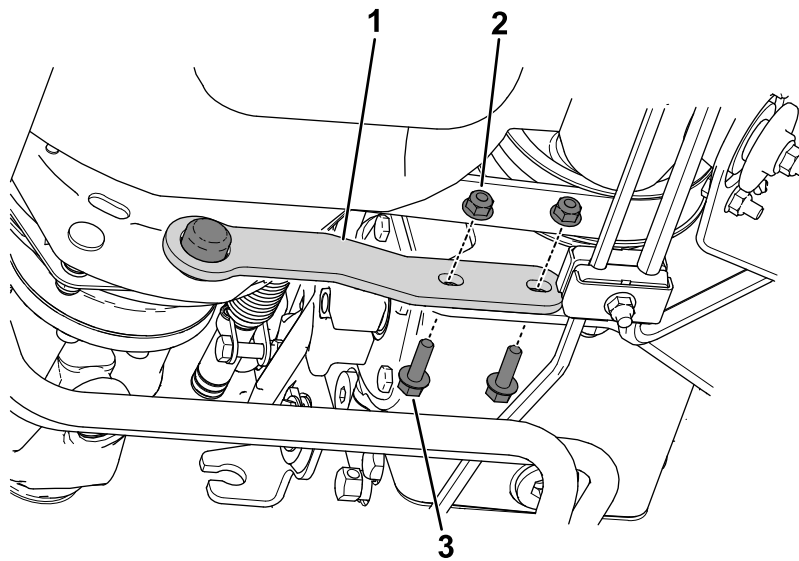

Figure 3
2. Montez la barrette d'embrayage sur la butée (Figure 3).
3. Fixez la barrette d'embrayage sur le support de montage de la pompe avec 2 écrous et 2 boulons (Figure 3).